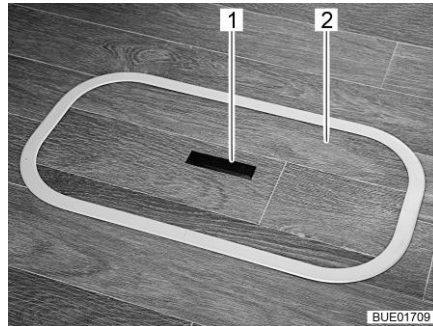
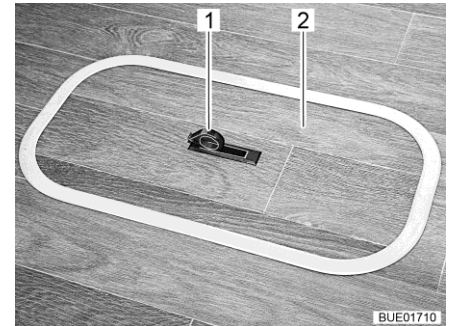

Fig. 90 Couverture compartiment dans le plancher (poignée encastrée)
Fig. 91 Couverture compartiment dans le plancher (poignée pivotée vers l'extérieur)
- Pousser la plaque de la poignée (Fig. 90,1) vers le bas d'un côté. La poignée (Fig. 91,1) pivote vers le haut.
- Tirer le couvercle (Fig. 90,2 et Fig. 91,2) vers le haut pour le retirer.